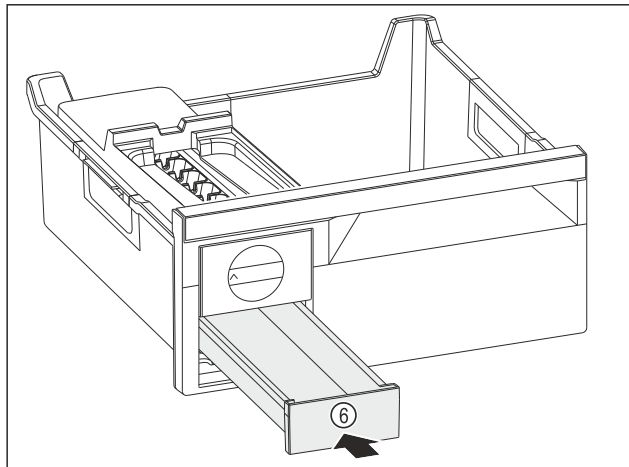

Fig. 168
- Insérer le compartiment à glaçons Fig. 168 (6).